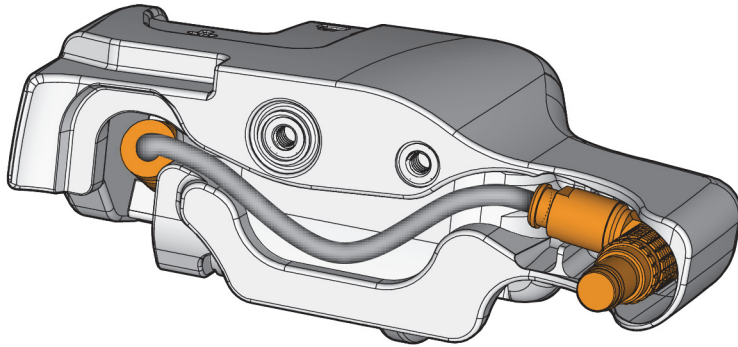

图 2-7 步进编码器的电缆布线
3. 安装步进编码器的步骤顺序与之相反。确保编码器电缆在编码器机身内正确布线（参见第48页的图 2-7）。